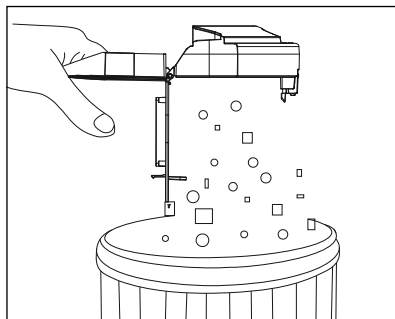

Fig. 9
- 3) Tøm indholdet af støvbeholderen **16** ud i en affaldsbeholder (se fig. 9).